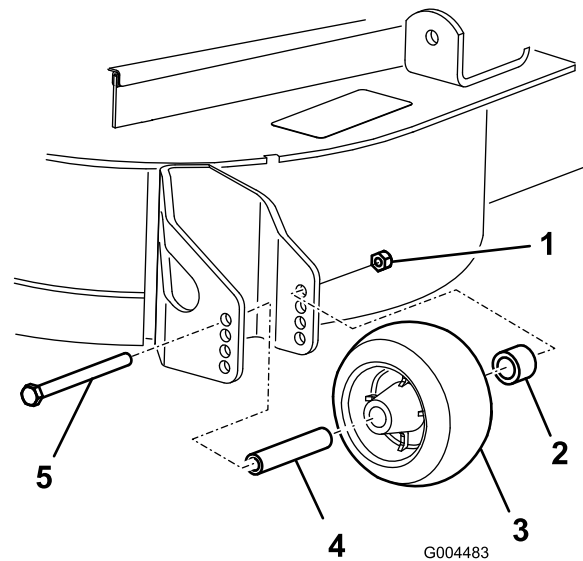

Figura 25
- Depois de regular a altura de corte, ajuste os rolos retirando a porca flangeada, a bucha, a cunha e o parafuso (Figura 25).
- Coloque a porca flangeada, a bucha, a cunha e o parafuso. Aperte com 54–61 Nm (Figura 25).